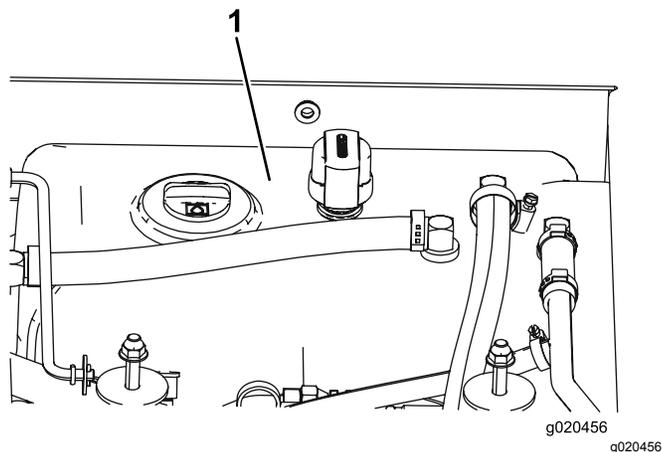

Figura 100
- Riempite il serbatoio (Figura 100) di fluido idraulico; fate riferimento a Controllo del fluido idraulico (pagina 71).